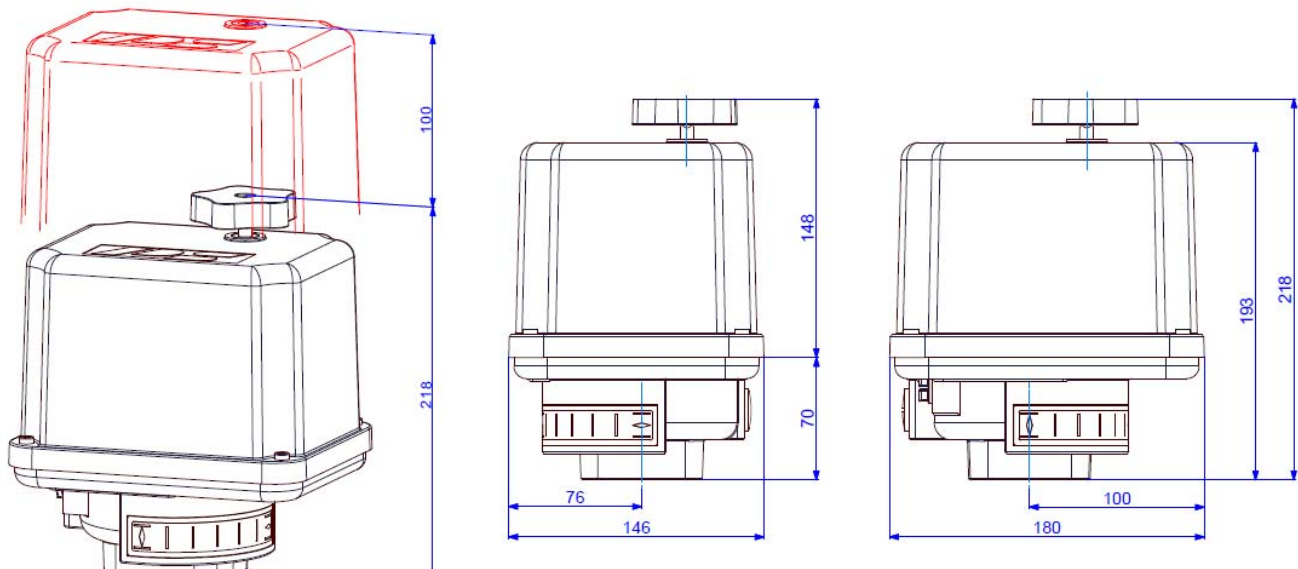

Abbildung 1: Einbaumaße
- Die Antriebe sollten mit ausreichend Freiraum zum Abnehmen der Haube eingebaut werden (Abb. 1, Einbaumaße).